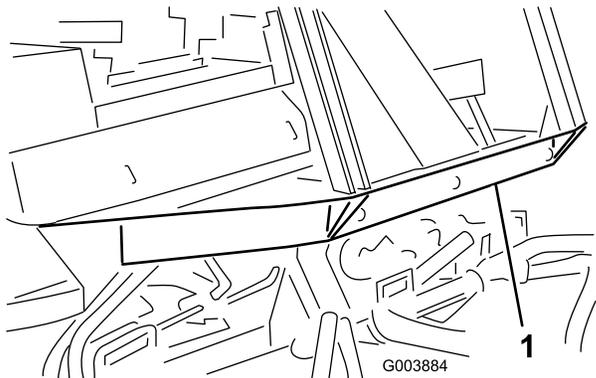

図 36
4. 前フレーム部材の中央部（図 36）に、チェーンやロープなど適当な牽引索を取り付ける。